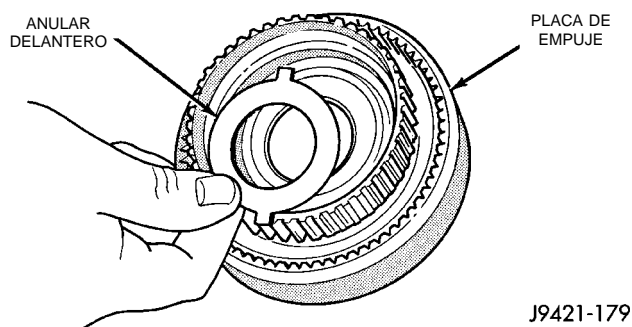

Fig. 192 Emplazamiento de la placa de empuje en el soporte del engranaje anular delantero
(18) Coloque la placa de empuje en el soporte del engranaje anular delantero (Fig. 192). **Observe que la placa tiene dos lengüetas. Estas lengüetas encajan en las escotaduras de la maza del anular.**